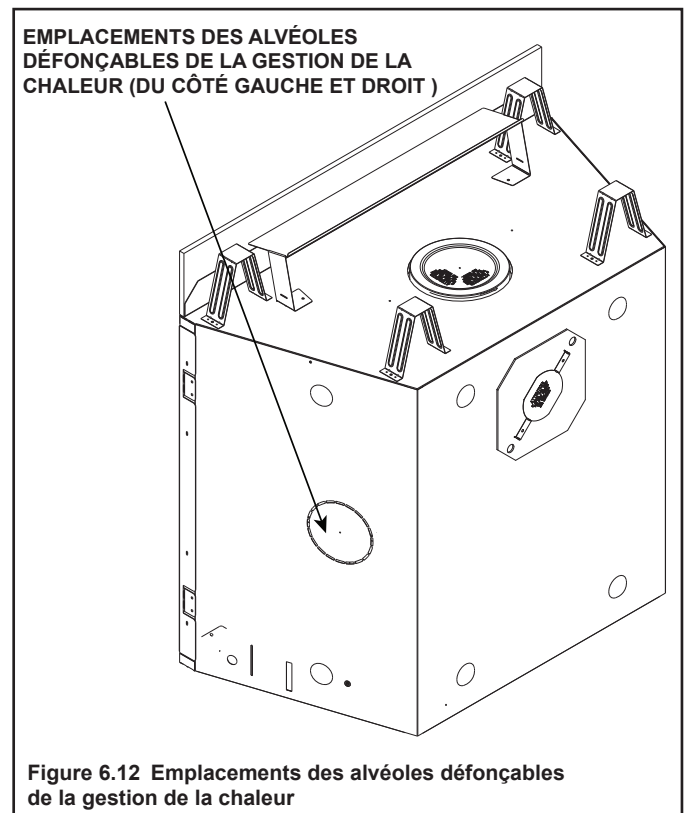

Figure 6.12 Emplacements des alvéoles défonçables de la gestion de la chaleur
- Localisez les orifices d'accès du système de gestion de la chaleur à gauche et à droite de l'appareil. Il faut installer un ou deux ensembles Heat-Zone® au gaz. Retirez le couvercle du foyer et jetez-le. Voir la figure 6.12.